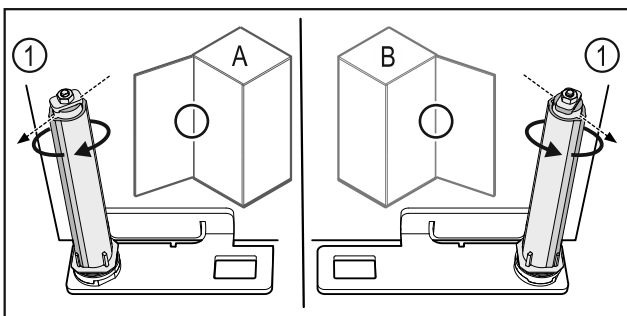

Fig. 61 Levý doraz (A) / pravý doraz (B)
- ▶ Otáčejte uzavíracím systémem proti odporu, dokud nebude lamela uzavíracího systému Fig. 61 (1) ukazovat směrem ven.